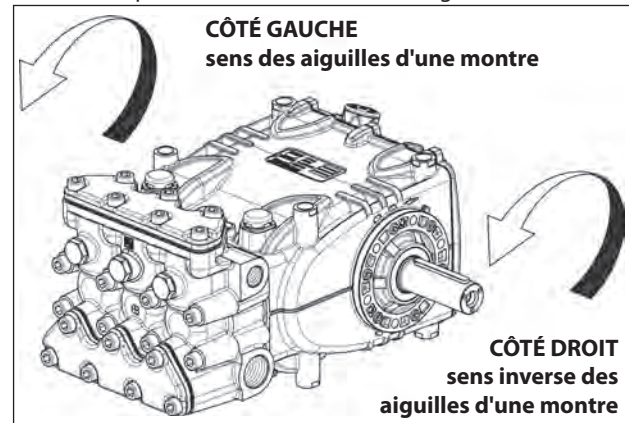

Fig. 5
Le sens de rotation est indiqué par une flèche présente sur le carter, à proximité de l'arbre de prise de mouvement. En se plaçant face à la culasse de la pompe, le sens de rotation devra correspondre aux indications de la Fig. 5.
**N.B.** La version représentée sur la Fig. 5 est celle de droite.